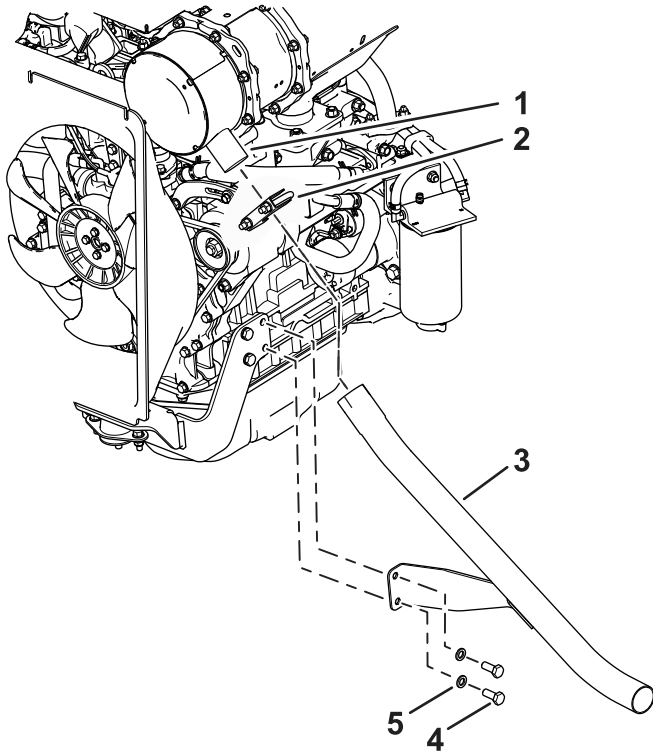

Figura 2
2. Afloje la abrazadera del silenciador (Figura 2).
3. Retire los pernos y las arandelas del soporte del tubo de escape existente (Figura 2) y retire el tubo de escape.